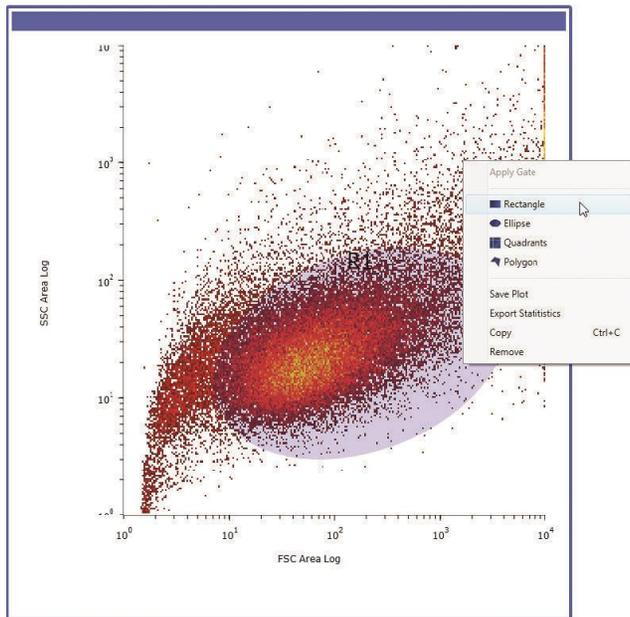

Рис. 51. Опция создания областей, вызываемая щелчком правой кнопкой мыши
2. Щелкните правой кнопкой мыши в пределах графика и выберите тип области (Рис. 51).